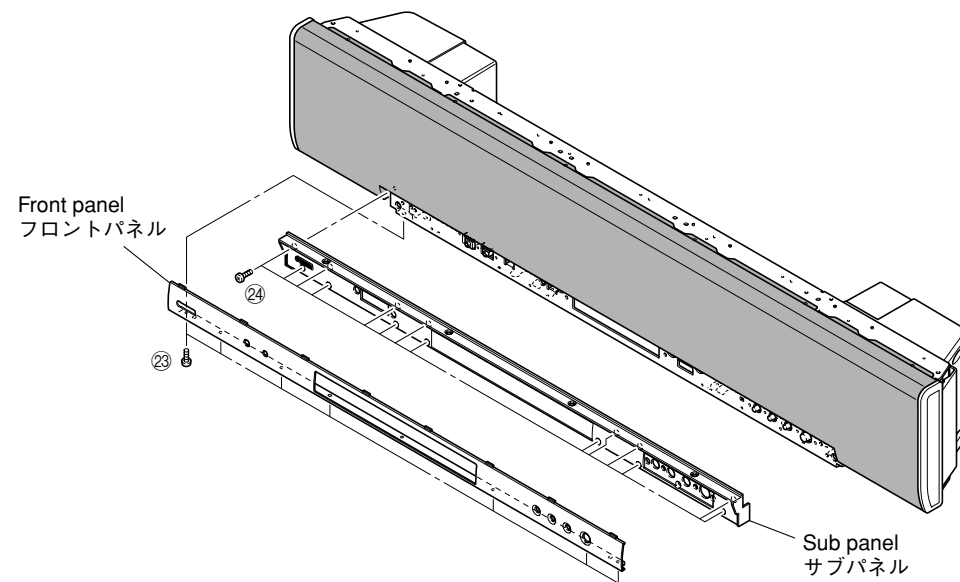

Fig. 11
11. Removal of POWER (3), (4), (6) and (7) P.C.B.s
- a. Remove 7 screws (23) and then remove the front panel. (Fig. 11)
- b. Remove 14 screws (24) and then remove the sub panel. (Fig. 11)
- a. 23のネジ7本を外し、フロントパネルを取り外します。(Fig. 11)
- b. 24のネジ14本を外し、サブパネルを取り外します。(Fig. 11)